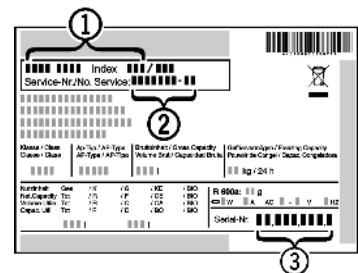

Fig. 20
- ▶ A készülék megnevezését *Fig. 20 (1)*, a szerviz- *Fig. 20 (2)* és sorozatszámot *Fig. 20 (3)* a típusabláról olvassa le. A típusábla a készülék belsejében baloldalon található.
- ▶ Értse a vevőszolgálatot a hibáról, és adja meg nekik a készülék megnevezését *Fig. 20 (1)*, a szerviz- *Fig. 20 (2)* és a sorozatszámot *Fig. 20 (3)*.